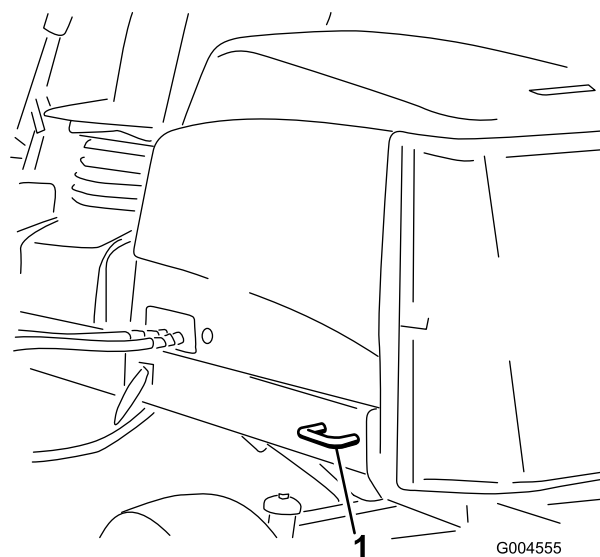

Bild 69
- Hinten: Jede Maschinenseite am hinteren Rahmen (Bild 69)